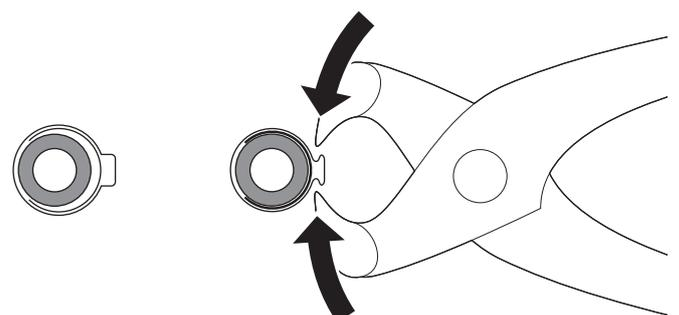

Abb. 25
- ▶ Einohrklemmen mit der Montagezange verpressen (Abb. 25).